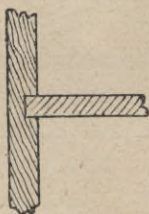
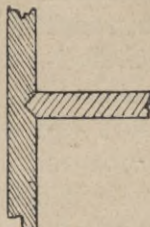

Fig. 129.
Fig. 130.
g) Przegrody małych skrzynek i szuflad robi się na **prosty wpust** (Fig. 129), albo też w kształcie litery V (Fig. 130), lub